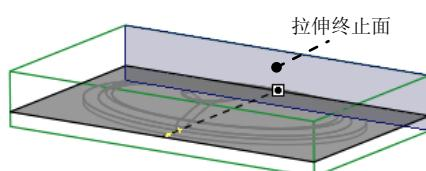

图 21.33 选取拉伸终止面
② 将模型调整到图 21.33 所示的视图方位，选取图中所示的坯料表面为拉伸终止面。
③ 在“拉伸”操控板中单击  按钮，完成特征的创建。